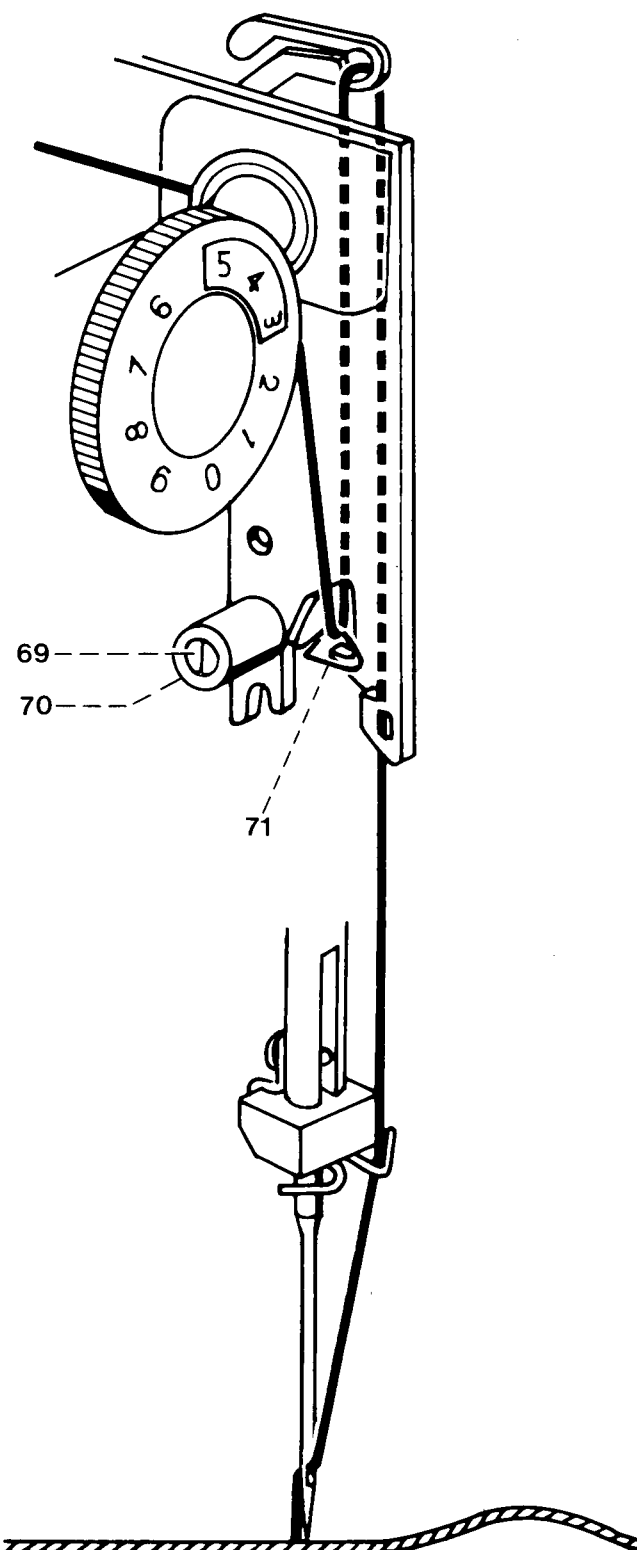

Fig. 26
- Die Schraube 69 lösen (siehe Abb. 26).
- Loosen screw 69 (Fig. 26).
- Desserrer la vis 69 (voir fig. 26).